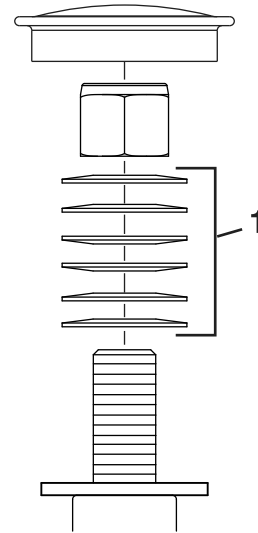

Figure 55
3. Déposez le capuchon protecteur de la roue pivotante et serrez le contre-écrou (Figure 55).
4. Continuez de serrer le contre-écrou jusqu'à ce que les rondelles élastiques soient aplaties, puis desserrez-le d'un quart de tour pour obtenir la précharge correcte des roulements (Figure 55).
Important: Veillez à placer les rondelles élastiques correctement, comme montré à la Figure 55.
5. Reposez le capuchon protecteur (Figure 55).